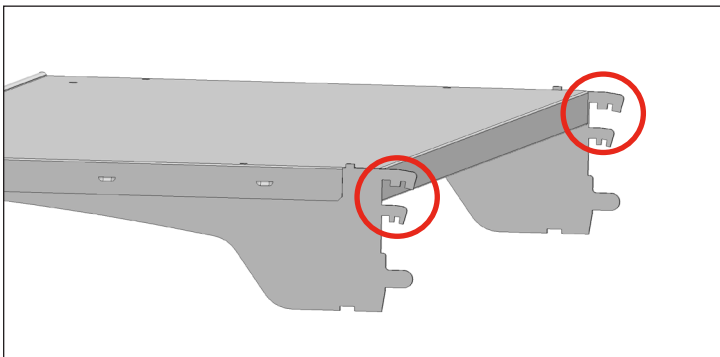

Abb. 21. Schlitz zur Winkeljustierung am Bodenträger.
3. Hängen Sie eine Einschubbodenbaugruppe in der gewünschten Höhe und im gewünschten Winkel in die Montagesciene ein. Siehe Schlitz zur Winkeljustierung in Abb. 21.